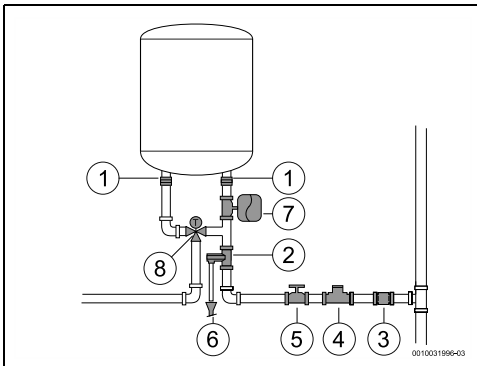

Fig. 11
- ▶ Închideți armătura de închidere a apei (→ Fig. 11, [5]).
- ▶ instalarea unei supape reductor de presiune (Fig. 11, [4]). Supapa de preaplin se va activa atunci când presiunea apei din aparat depășește 8 bari (± 1 bar), motiv pentru care este necesară planificarea unui mod de scurgere a acestei ape.
- ▶ Instalați un vas de expansiune (Fig. 11, [7]) pentru a opri deschiderea supapei de preaplin în mod frecvent. Volumul vasului de expansiune trebuie să fie echivalent cu 5% din volumul aparatului.